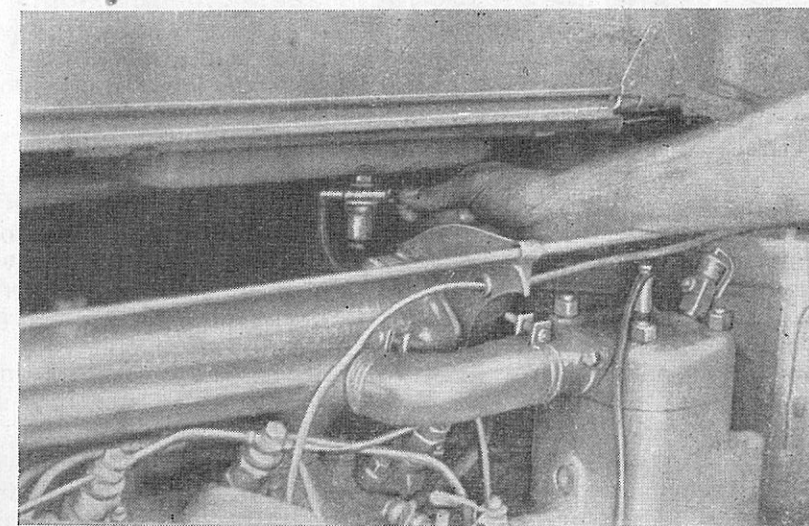

Fig. 12. Ouverture du robinet du réservoir à carburant du moteur de lancement
11. Ouvrir le robinet (fig. 12) du réservoir à carburant du moteur de lancement.